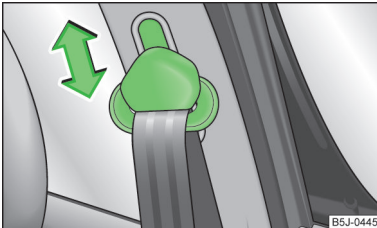

Abb. 115
- Den Umlenkbeschlag drücken und in die gewünschte Richtung nach oben oder unten schieben » **Abb. 115.**